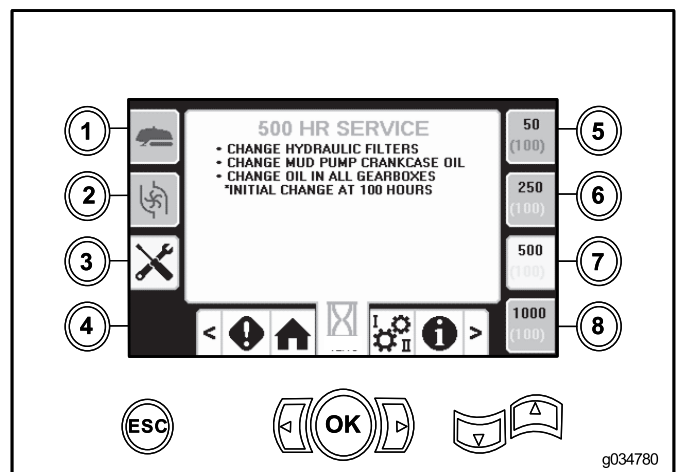

Bild 46
- Taste 7: 500 Stunden (**Bild 46**)